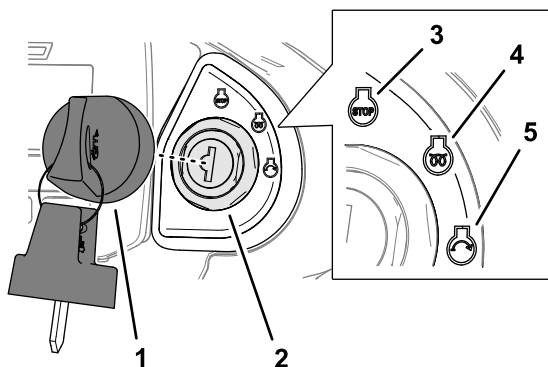

**Figura 25**
4. Ruotate la chiave in posizione di spegnimento (Stop) (Figura 25).